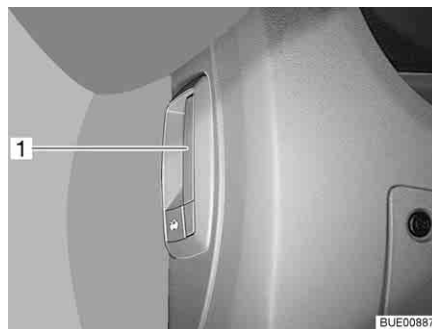

Fig. 41 Leva di sbloccaggio cofano motore (nel veicolo)
- Tirare la levetta (Fig. 41,1) situata sotto a sinistra o di lato accanto al cruscotto.